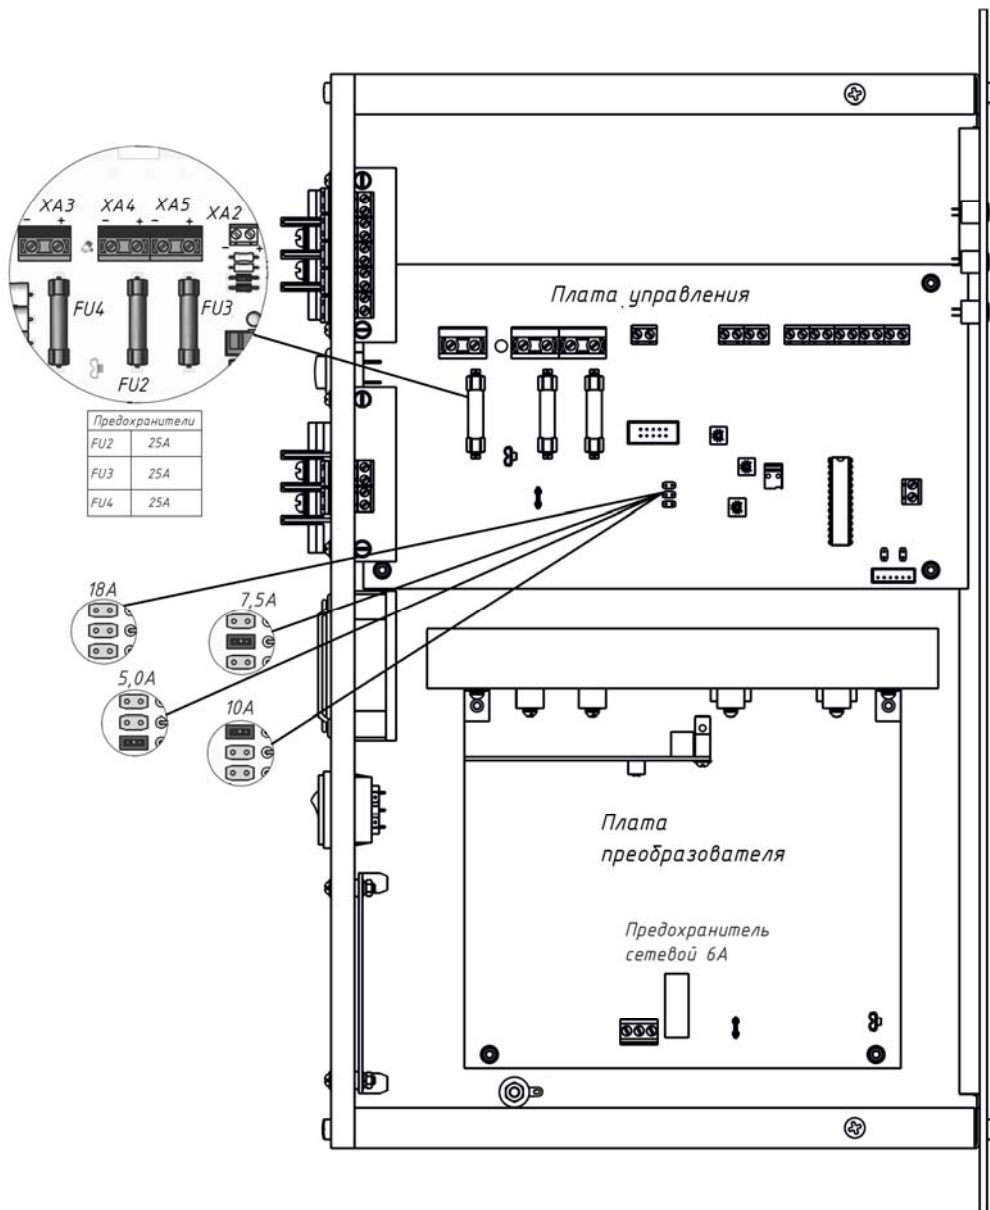

Рисунок 3 Общий вид источника со снятой крышкой
В режиме «РЕЗЕРВ» происходит разряд АКБ и понижение напряжения на ее клеммах. При понижении напряжения на клеммах АКБ внутренний индикатор «АКБ» желтого цвета свечения (см. рисунок 3) будет мигать (1 раз в сек) если напряжение АКБ ниже $11,2 \pm 0,2$ В но выше $10,5 \pm 0,2$ В.
Источник обеспечивает ограничение тока заряда АКБ. Выбор одного из четырех значений ограничения тока заряда АКБ осуществляется установкой/удалением соответствующей перемычки типа «джампер» (см. рисунок 3) в соответствии с рекомендациями таблицы 2.
- ♦ Установите перемычками требуемое значение ограничения тока заряда АКБ (см. рисунок 3);
- ♦ Проверьте наличие и исправность предохранителей, расположенных внутри корпуса (см. рисунок 3);